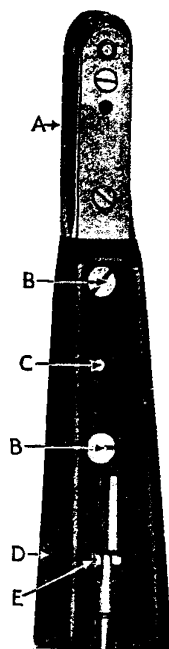

Рис. 21
фиксирующий игольную пластину и пружина игольной пластинки (М), которые можно извлечь, не отсоединяя машину от станины. Чтобы снять держатель челнока, выкрутите небольшой винт в шестерне держателя челнока, вставив небольшую отвертку через желобок (G) сбоку станины. Держатель челнока можно затем выдвинуть, надавив на шестерню. Чтобы снять длинную рейку, вставьте отвертку в отверстие (D, Рис. 21) и выкрутите винт. Прежде чем снимать рейку удалите шестерню (L), потом крепко возьмите рейку и вытяните ее в сторону шкива машины. Короткую зубчатую рейку (K) и ведущую шестерню челнока (H) можно снять без затруднений. При замене любой из деталей или установке всех этих запчастей убедитесь, что механизмы и зубчатые рейки правильно сцеплены, так, как показано на рисунке (Рис. 20)
### Инструкции по снятию корпуса (См. рис. 21)